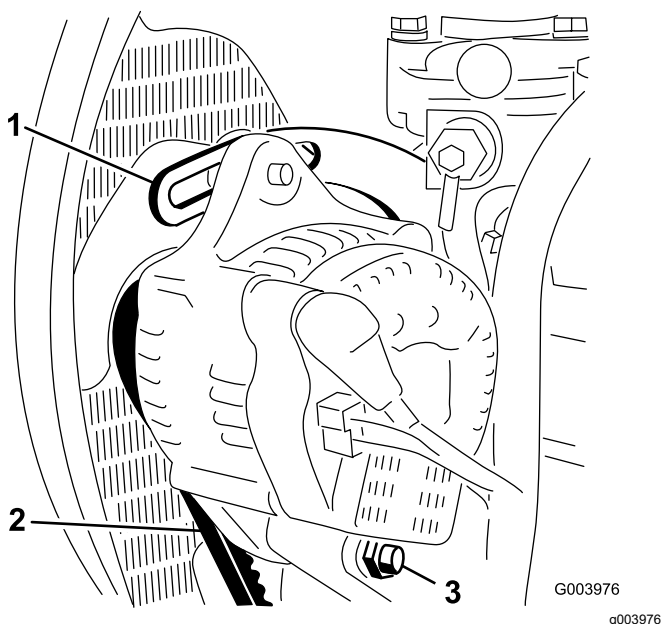

Figura 72
2. Verifique a tensão da correia do alternador, premindo-a (Figura 72) até meio caminho entre as polias do alternador e do cárter com uma força de 10 kg.
3. Desaperte o parafuso que segura a braçadeira ao motor (Figura 72), o parafuso que segura o alternador à braçadeira e o parafuso de articulação.